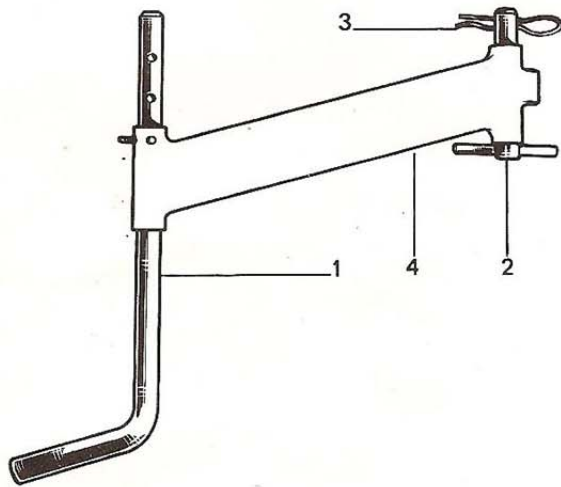

Fig. 4
BÉQUILLES (fig. 4 et 5)
- la béquille simple (fig. 4)